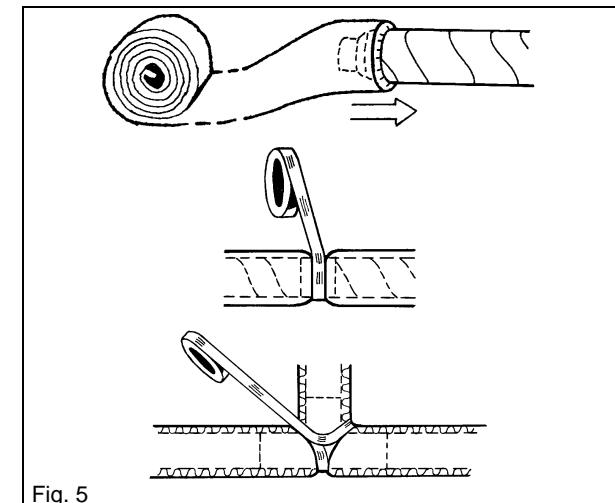

Fig. 5
### Kondens-/varmeisolering (Fig. 5)
### Kondens-/värmisolering (Fig. 5)
**Kondensbildung/Wärmedämmung (Fig. 5)**
**Condensation/heat insulation (Fig. 5)**